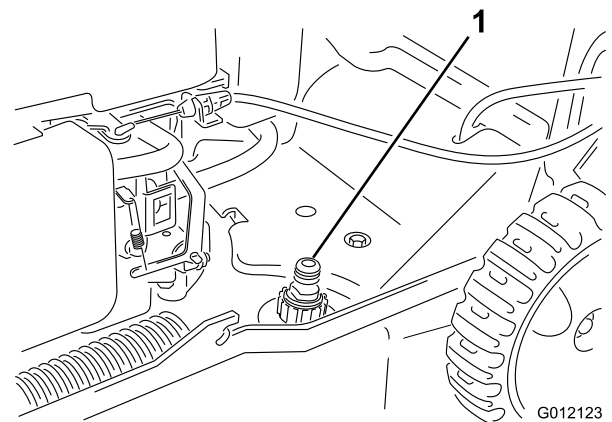

Figure 25
- Branchez un tuyau d'arrosage, relié à une arrivée d'eau, à l'embout de lavage du carter de la tondeuse (Figure 25).